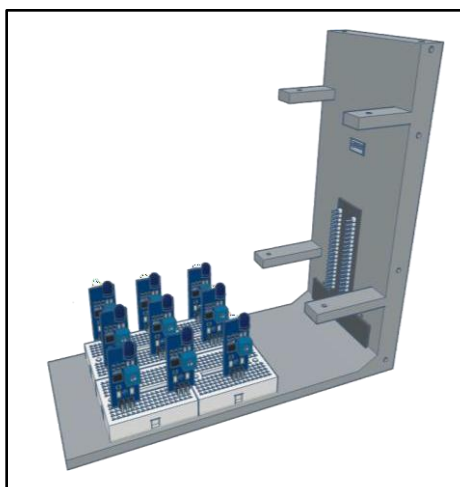

Рисунок 14. Размещение фотодиода с макетными платами на детали P1.
- а. Установите панель фотодиодов на P1, как показано на **Рис. 14**. Не снимайте пластиковую крышку с нижней части мини-макетных плат, панель с фотодиодами не должна прилипать к P1. Она будет надежно удерживаться на месте с помощью P2.